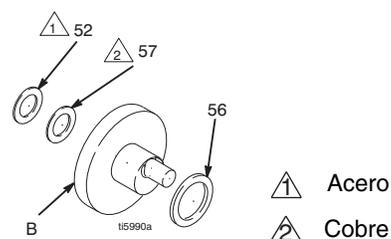

FIG. 2
1. Lubrique uniformemente el interior del cojinete de bronce (C) en el alojamiento impulsor (49) con aceite de motor de alta calidad. Engrase abundantemente con grasa para cojinetes los rodamientos del cojinete superior (E), el cojinete inferior (D) del conjunto de la biela (6).
2. Monte la biela (6) en el alojamiento impulsor (49). Gire la biela hasta la posición más baja.
3. Engrase las arandelas 52, 57 y 56. Instale en el orden mostrado en FIG. 2.
6. Alinee la biela con la manivela (B) y los pasadores de posicionamiento del alojamiento del impulsor (49) con los orificios del alojamiento del piñón (50). Presione este último en el alojamiento del piñón o golpéelo con un martillo de plástico hasta colocarlo en su posición.